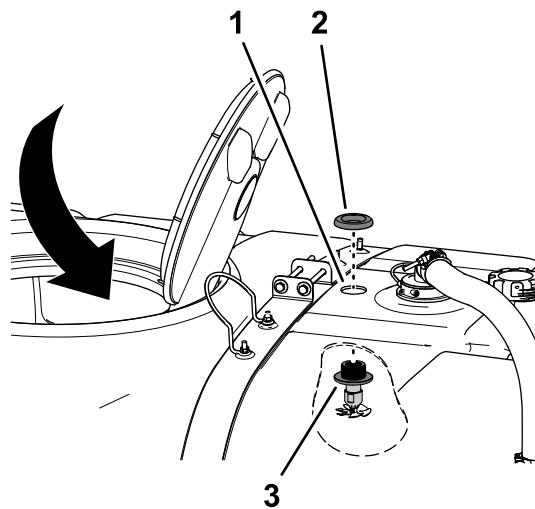

Figura 21
2. Montate il dado flangiato in plastica sui filetti del raccordo del diaframma nella parte superiore del serbatoio e serrate il dado flangiato manualmente (Figura 21).
1. Lavorando all'interno del serbatoio attraverso l'apertura di 41 cm, allineate il gruppo ugelli verso l'alto, attraverso il foro di 4,5 cm che avete praticato al passaggio Foratura del serbatoio di irrigazione \(pagina 9\), come illustrato nella Figura 21.